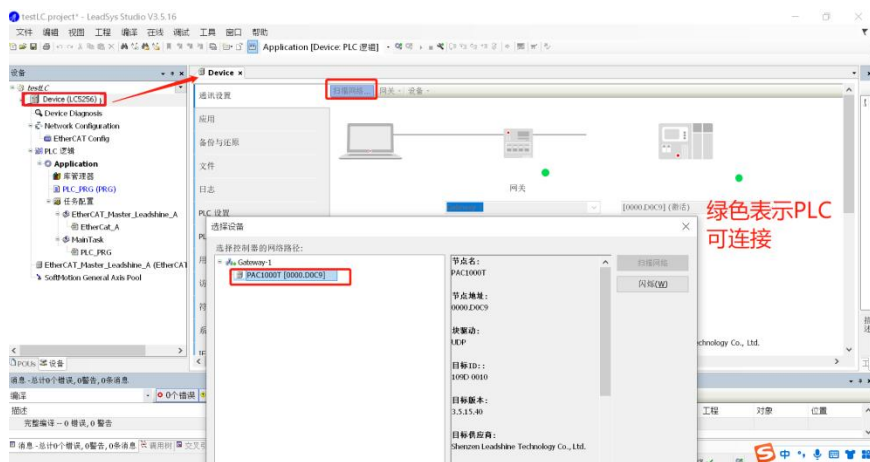

图 2.8 电脑与 PLC 连接
- 2) 在 LeadSys 软件界面左侧树，双击“Device”，如图 2.8 所示，点击“扫描网络”，当右侧的 PLC 灯为绿色时，表示 PLC 设备连接成功，可下载 PLC 程序。